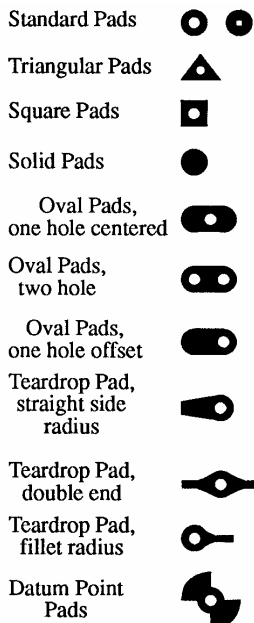

Fig. 1
a) **PIAZZOLE** sono normalmente di forma circolare, con dimensioni che vanno da un millimetro di diametro a qualche decina di millimetri. Possono avere il foro interno o esserne prive. Sono anche disponibili piazzole con forme diverse da quella rotonda ed alcuni esemplari sono riportati in fig. 1